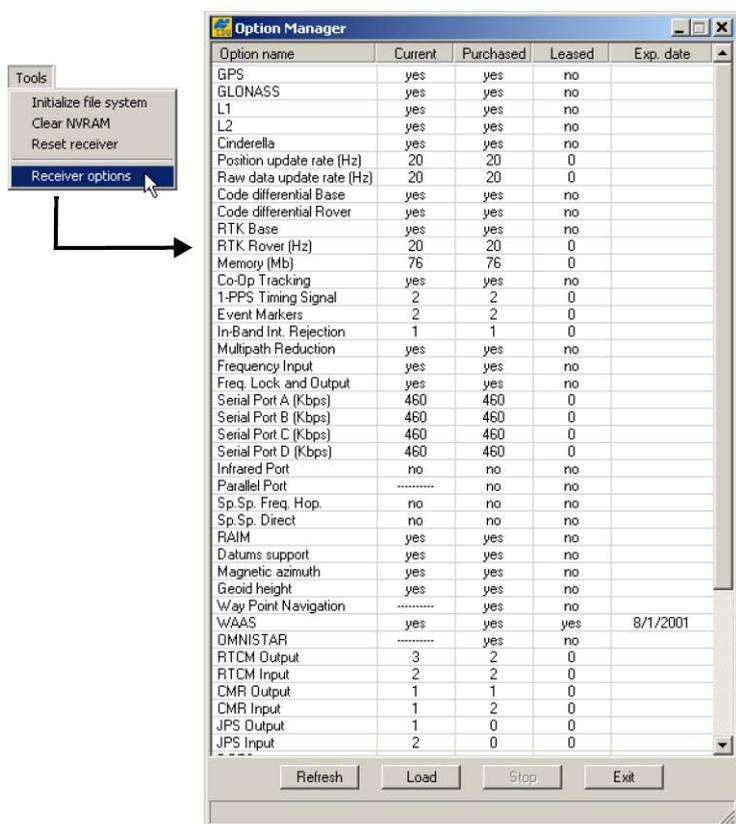

Figura 4-8. Vista del administrador de opciones
2. Haga clic en **Tools ► Receiver Options**. El cuadro de diálogo *Options Manager* (Figura 4-8 en la página 4-10) presenta los siguientes datos:
3. En la parte inferior del cuadro de diálogo *Option Manager*, haga clic en **Load** (véase Figura 4-8 en la página 4-10).